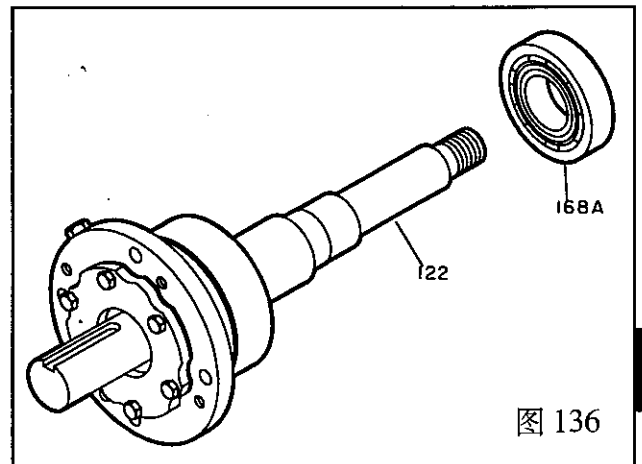

图 136
8. 将径向轴承(168A)装到轴(122)上。(图 136)